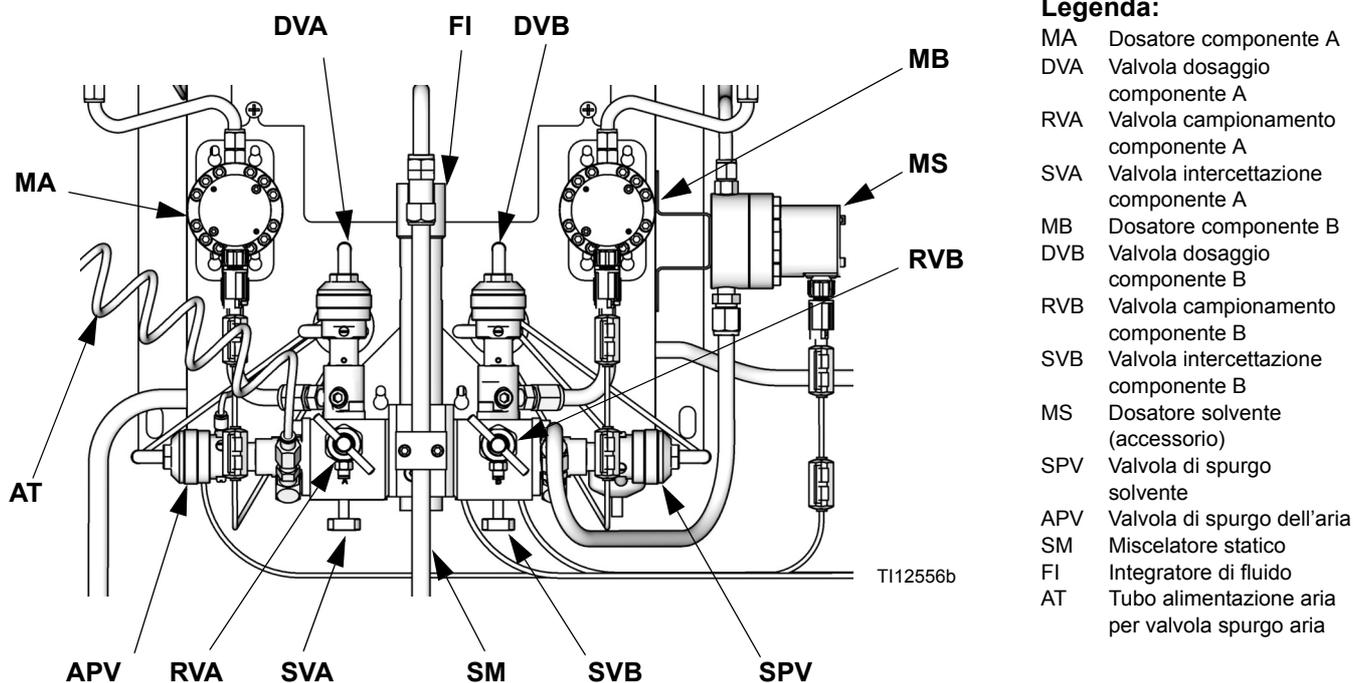

FIG. 4 Stazione del fluido per montaggio a parete
4. Intercettare l'alimentazione del fluido alla valvola di spurgo del solvente (SPV) e l'alimentazione d'aria alla valvola di spurgo dell'aria (APV), FIG. 4.
2. Chiudere la valvola di intercettazione lato A (SVA), FIG. 4. Aprire la valvola di campionamento del lato A (RVA).
8. Aprire la valvola di intercettazione del lato A (SVA), FIG. 4. Chiudere la valvola di campionamento del lato A (RVA).